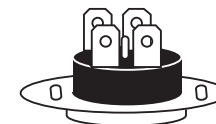

Рис. 4
- В случае перегрева воды биметаллический термopредохранитель разрывает электрическую цепь со стороны обоих подводков к нагревательному элементу. В этом случае следует определить причину перегрева и произвести ручной перезапуск термopредохранителя, нажав кнопку перезапуска, расположенную на нем (или, в случае неисправности, заменить термopредохранитель), (рис. 4).